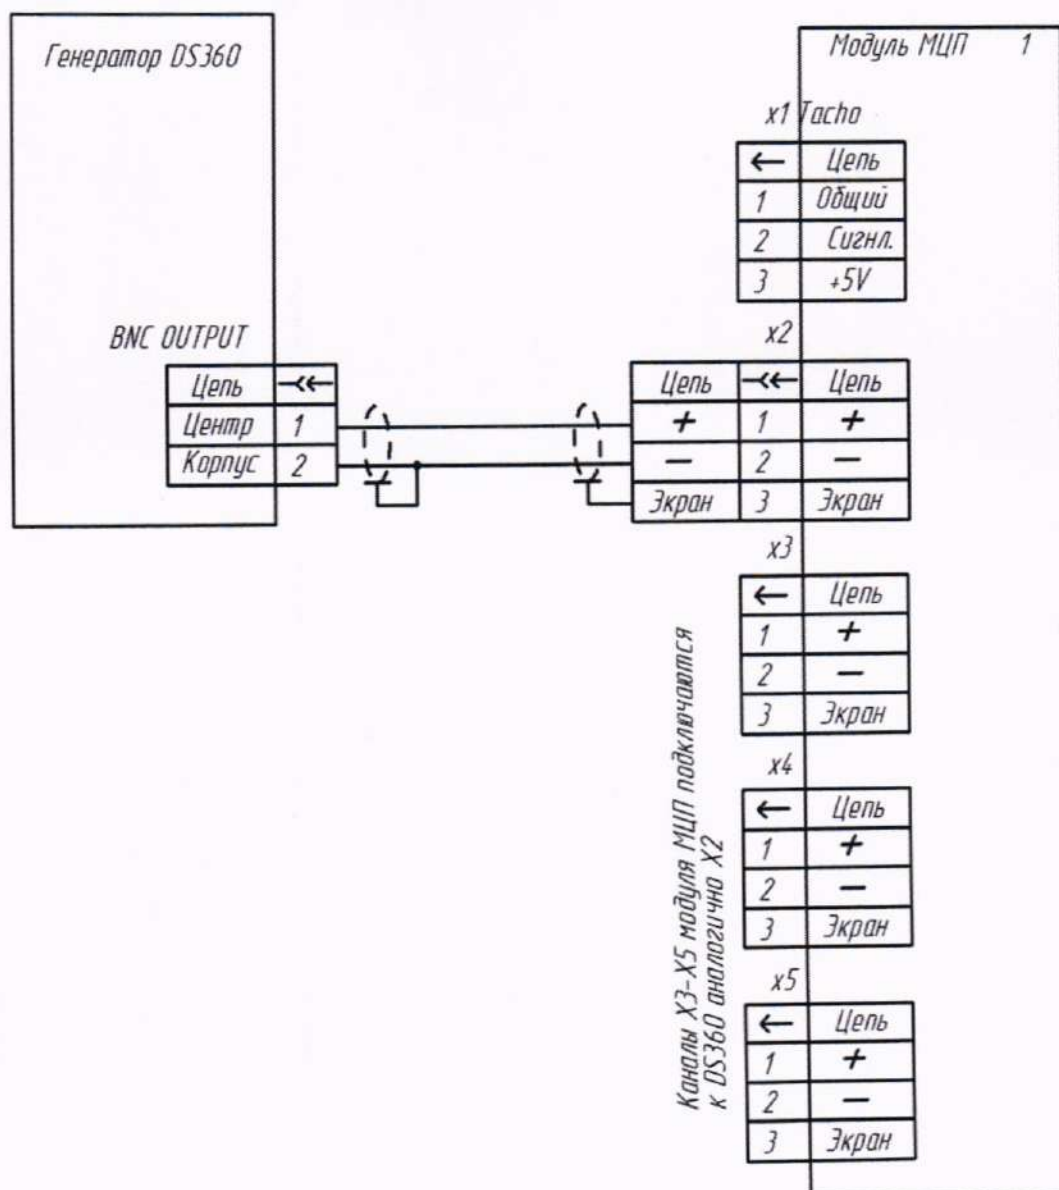

Рисунок 4
- рисунок 4 в случае отсутствия повторителя – разветвителя ПВТ-16.